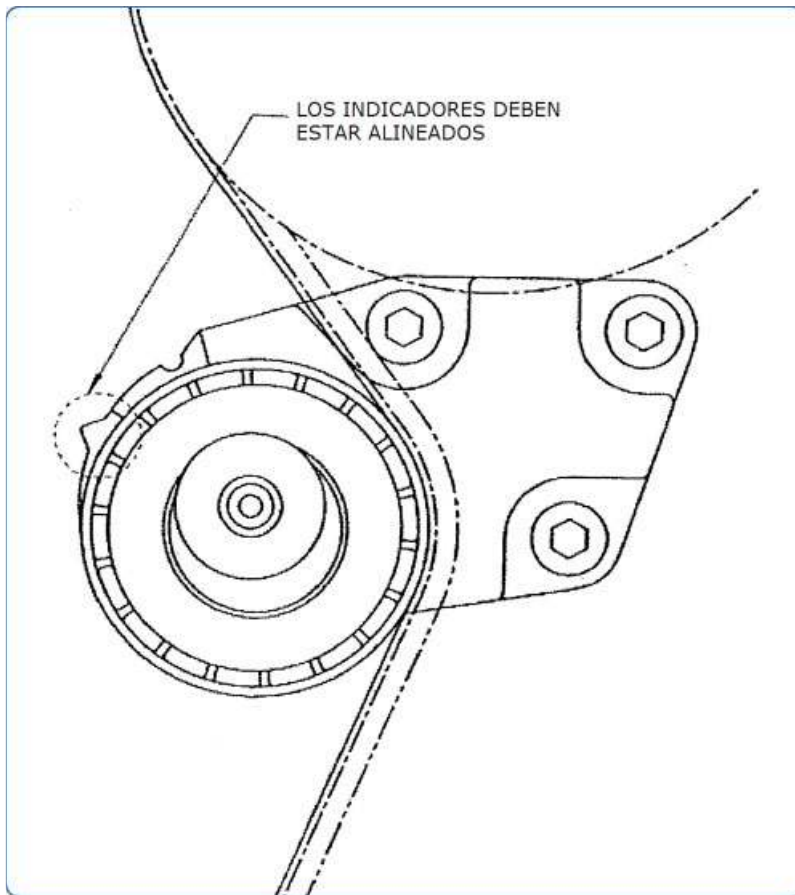

Fig. 7
11. Compruebe la posición del Indicador Móvil. Si el Indicador Móvil se alinea con el Indicador fijo, la instalación está completa (Ver **Fig. 7**).